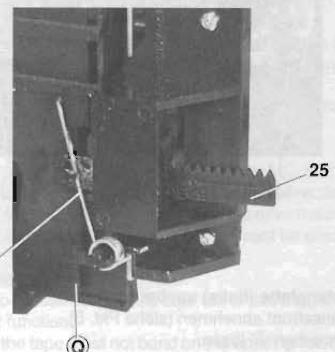

Fig. 18
- Drehfeder 13 bzw. 18 aushängen (Fig. 18).
- Unhook the torsion spring 13 and 18 respectively (Fig. 18).